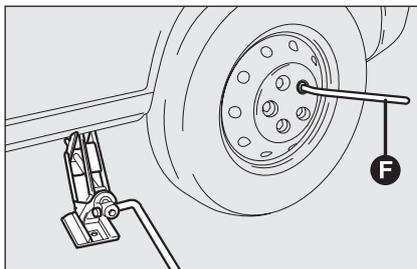

fig. 8
- dévisser complètement à l'aide de la clé F-fig. 8 les boulons et enlever la roue;